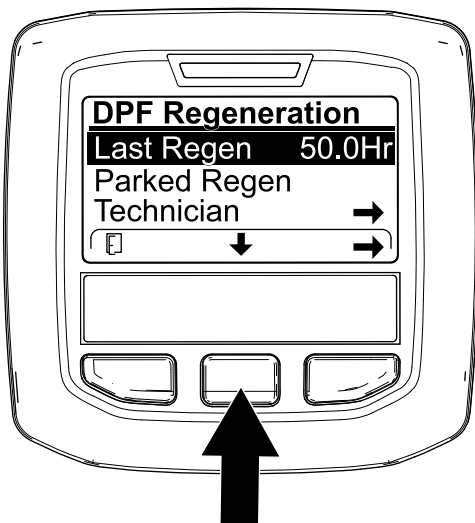

図 29
2. 右側のボタンで DPF Regeneration再生に入る 図 29。
DPF Regeneration メニューから、中央ボタンで下へスクロールして LAST REGENに入る 図 29。